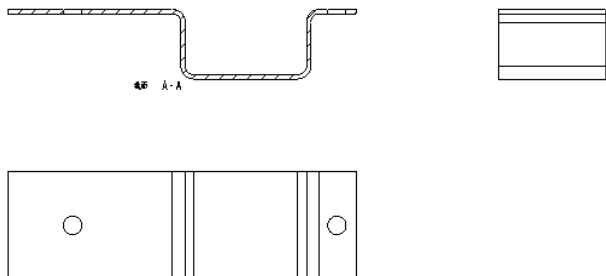

图 8-33 插入投影视图
(1) 选择全剖视图作为父项视图，从功能区“布局”选项卡的“模型视图”组中单击 (投影) 按钮。
(2) 在父项视图右方的“投影通道”的适当位置处单击，插入该投影视图。
(3) 双击该投影视图，系统弹出“绘图视图”对话框。
(4) 在“类别”列表框中选择“视图显示”类别，切换到“视图显示”类别选项卡。从“显示样式”下拉列表框中选择“消隐”选项，从“相切边显示样式”下拉列表框中选择“默认”选项，单击“应用”按钮。
(5) 单击“绘图视图”对话框中的 (关闭) 按钮，完成的该投影视图如图 8-33 所示。